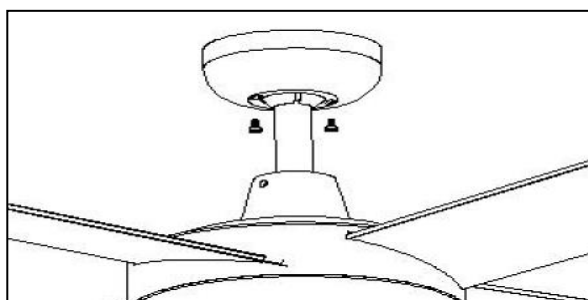

Abb. 11
- Bringen Sie die Konsole über der Halterung an. Achten Sie darauf, dass alle Elektrokabel unter der Konsole verlegt sind und dass bei diesem Schritt keine Kabel eingeklemmt werden. Schrauben Sie die Konsole mit den beiliegenden Schrauben an der Aufhängung an. (Abb. 11)